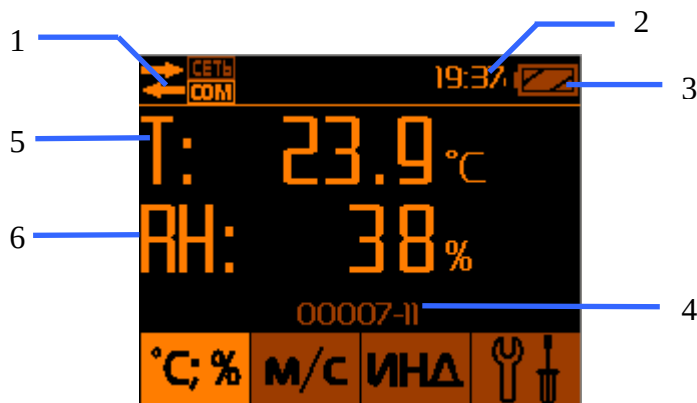

Рис.4 – Измерение температуры и влажности воздуха
1.3. Если при включении прибора индикатор состояния батареи  (рис.4), индицирует глубокий разряд батареи (пиктограмма индикатора заряда на дисплее «пустая» и окрашена в красный цвет), необходимо выключить прибор и осуществить замену батарей питания. При замене батареи данные в БОИ-01 не стираются, поскольку хранятся в энергонезависимой памяти в течение 10 лет.
- пиктограмма подключения/отключения измерительной головки (1, рис.4);
- календарное (текущее) время (2, рис.4);
- уровень заряда батареи питания БОИ-01 (3, рис.4).